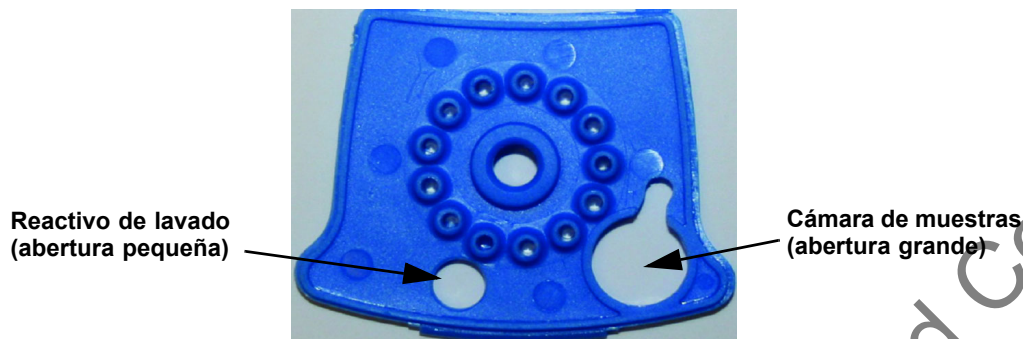

Figura 1. Cartucho Xpert BCR-ABL Ultra (vista superior)
3. Levante la tapa del cartucho para abrirlo y transfiera el contenido completo de una (1) ampolla de reactivo de lavado a la cámara correspondiente (que tiene la abertura pequeña). Consulte la Figura 1.
4. Pipetee todo el contenido de la muestra preparada en la cámara de muestras (abertura grande). Consulte la Figura 1.
14. Añada 1,5 ml del reactivo de lisis (LY) conservado del Paso 7 al nuevo tubo cónico que contiene la muestra de control externo.
19. Levante la tapa del cartucho para abrirlo y transfiera el contenido completo de una (1) ampolla de reactivo de lavado a la cámara correspondiente (que tiene la apertura pequeña). Consulte la Figura 1.
20. Pipetee todo el contenido del control externo preparado en la cámara de muestras (abertura grande). Consulte la Figura 1.